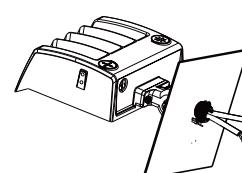

figura 3
- Paso 3: Afloja los tornillos. Ajusta los ángulos del accesorio según sea necesario y aprieta los tornillos más tarde. Los ángulos del accesorio son ajustables (pasa el soporte a través de la superficie de montaje, fíjalo con los tornillos y conecta los cables teniendo en cuenta los correspondientes requisitos de cableado) (figura 3).